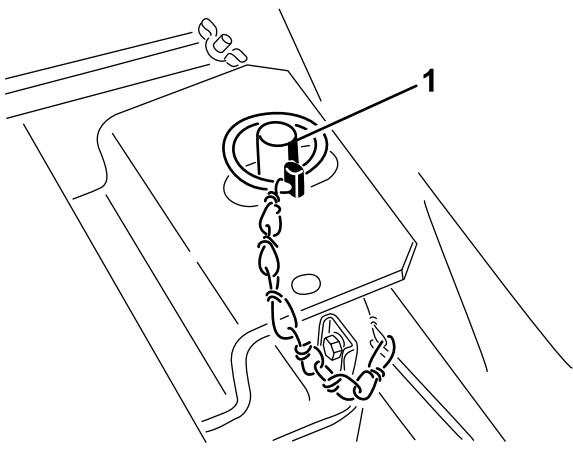

Figure 11
6. Dégarez la béquille de support du siège et baissez-la. Abaissez le siège et poussez la goupille à anneau dans le goujon de verrouillage du siège. Repliez l'extrémité métallique de la goupille par-dessus le goujon du verrou (Figure 11).
8. Dégarez la béquille de support du siège et baissez-la. Abaissez le siège et poussez la goupille à anneau dans le goujon de verrouillage du siège. Repliez l'extrémité métallique de la goupille par-dessus le goujon du verrou (Figure 11).